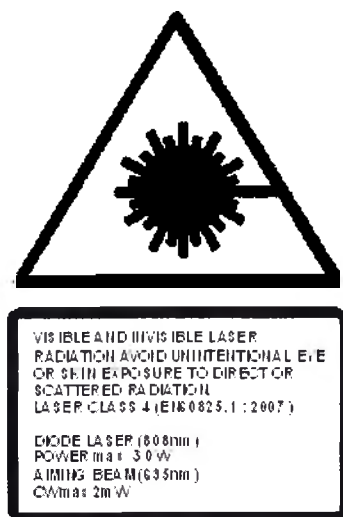

Рис. 18. Знак-указатель класса лазерного источника.
1. На рис. 18 показан символ, указывающий максимальные значения излучения энергии, и показывает класс лазерного источника.